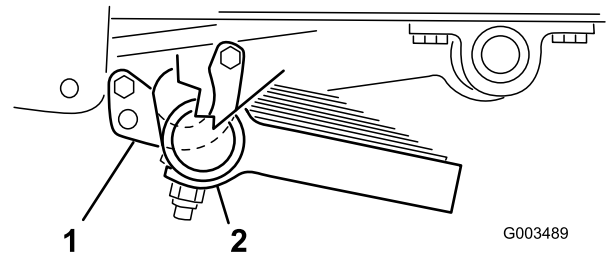

Bild 12
- Befestigen Sie die Vorderseite jeder Anschlussklemme mit einer Schraube (5/16" x 1") und einer Sicherungsmutter (5/16") am Rohr (Bild 12).